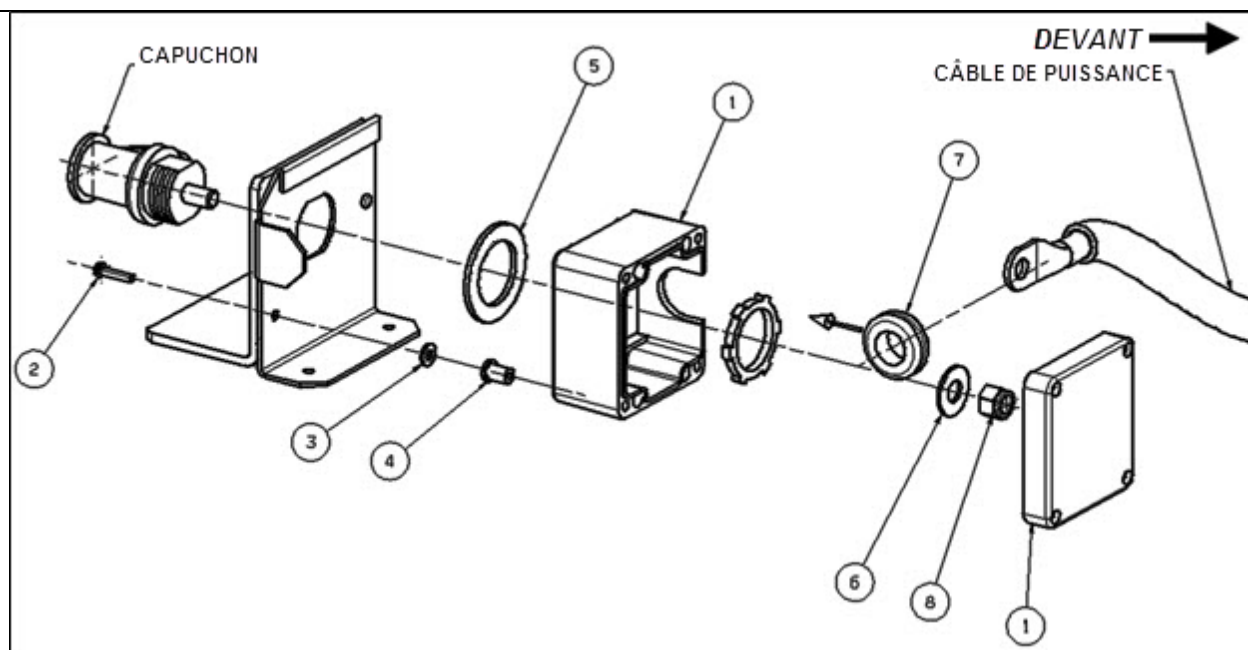

Figure 12
- i. Assembler le support 063824 et le séparateur 381210 avec un rivet, en laissant le deuxième trou vide. (Fig 12)
- j. Percer des trous aux emplacements marqués précédemment. Riveter le support au châssis. (Fig. 12).
- l. Percer un nouveau trou dans le rabat qui s'appuie sur le mur pour riveter. (Fig. 12)